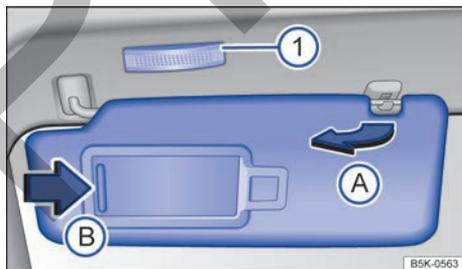

Fig. 99 En el revestimiento interior de la parte delantera del techo: parasol.
- Se pueden extraer del soporte y girar hacia las puertas → fig. 99 **A**.
En la parte posterior del parasol hay un espejo de cortesía provisto de una tapa. Al desplazar la tapa → fig. 99 **B**, se enciende una luz → fig. 99 **1**.